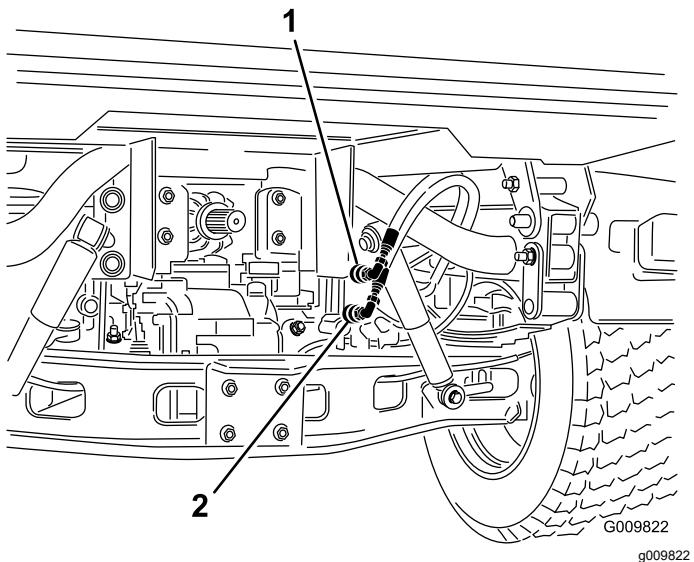

図 74
2. それぞれの車両で、クイックカップラホース2本を、カップラブラケットのホースから外す図74。